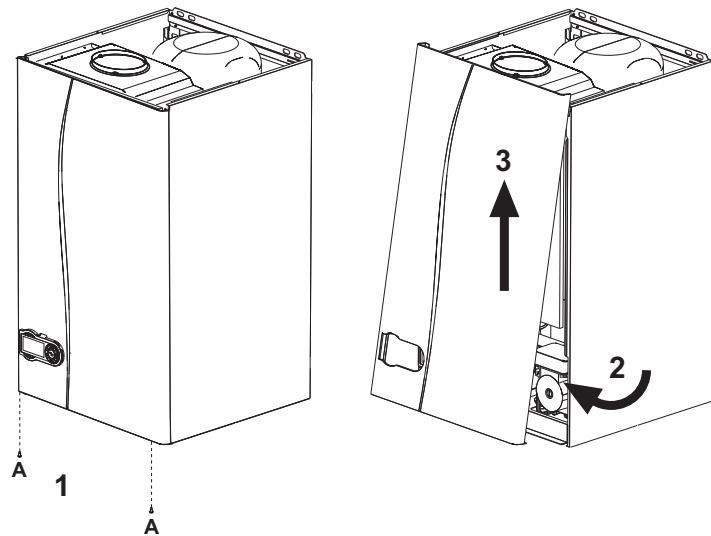

fig. 22 - Apertura de la carcasa
1. Desenroscar los tornillos A (ver fig. 22).
2. Girar la carcasa (ver fig. 22).